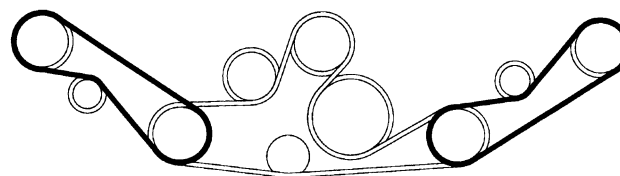

Fig. 13
5. Infilare la nuova cinghia attorno alle pulegge del fusello ed al gruppo puleggia tendicinghia, come illustra la Fig. 13.